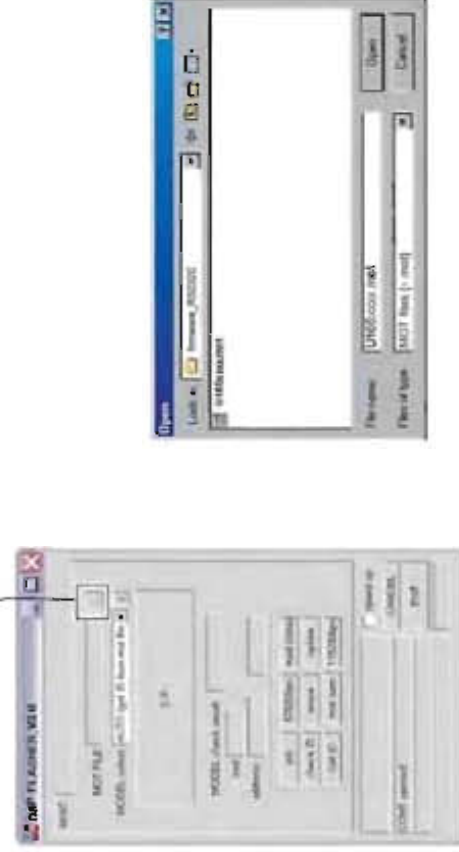

Fig. 2
1. With the power cable of this unit unconnected to the AC outlet, start up DSP\_FLASHER\_v3.0.exe. The screen appears as shown below. (Fig. 2)
2. Click [...] and select the firmware name. (Fig. 2)
1. 本機の電源コードをACコンセントに接続していない状態で、DSP\_FLASHER\_v3.0.exeを起動します。下記の画面が表示されます。(Fig. 2)
2. [...]をクリックし、書き込むファームウェアを選択します。(Fig. 2)